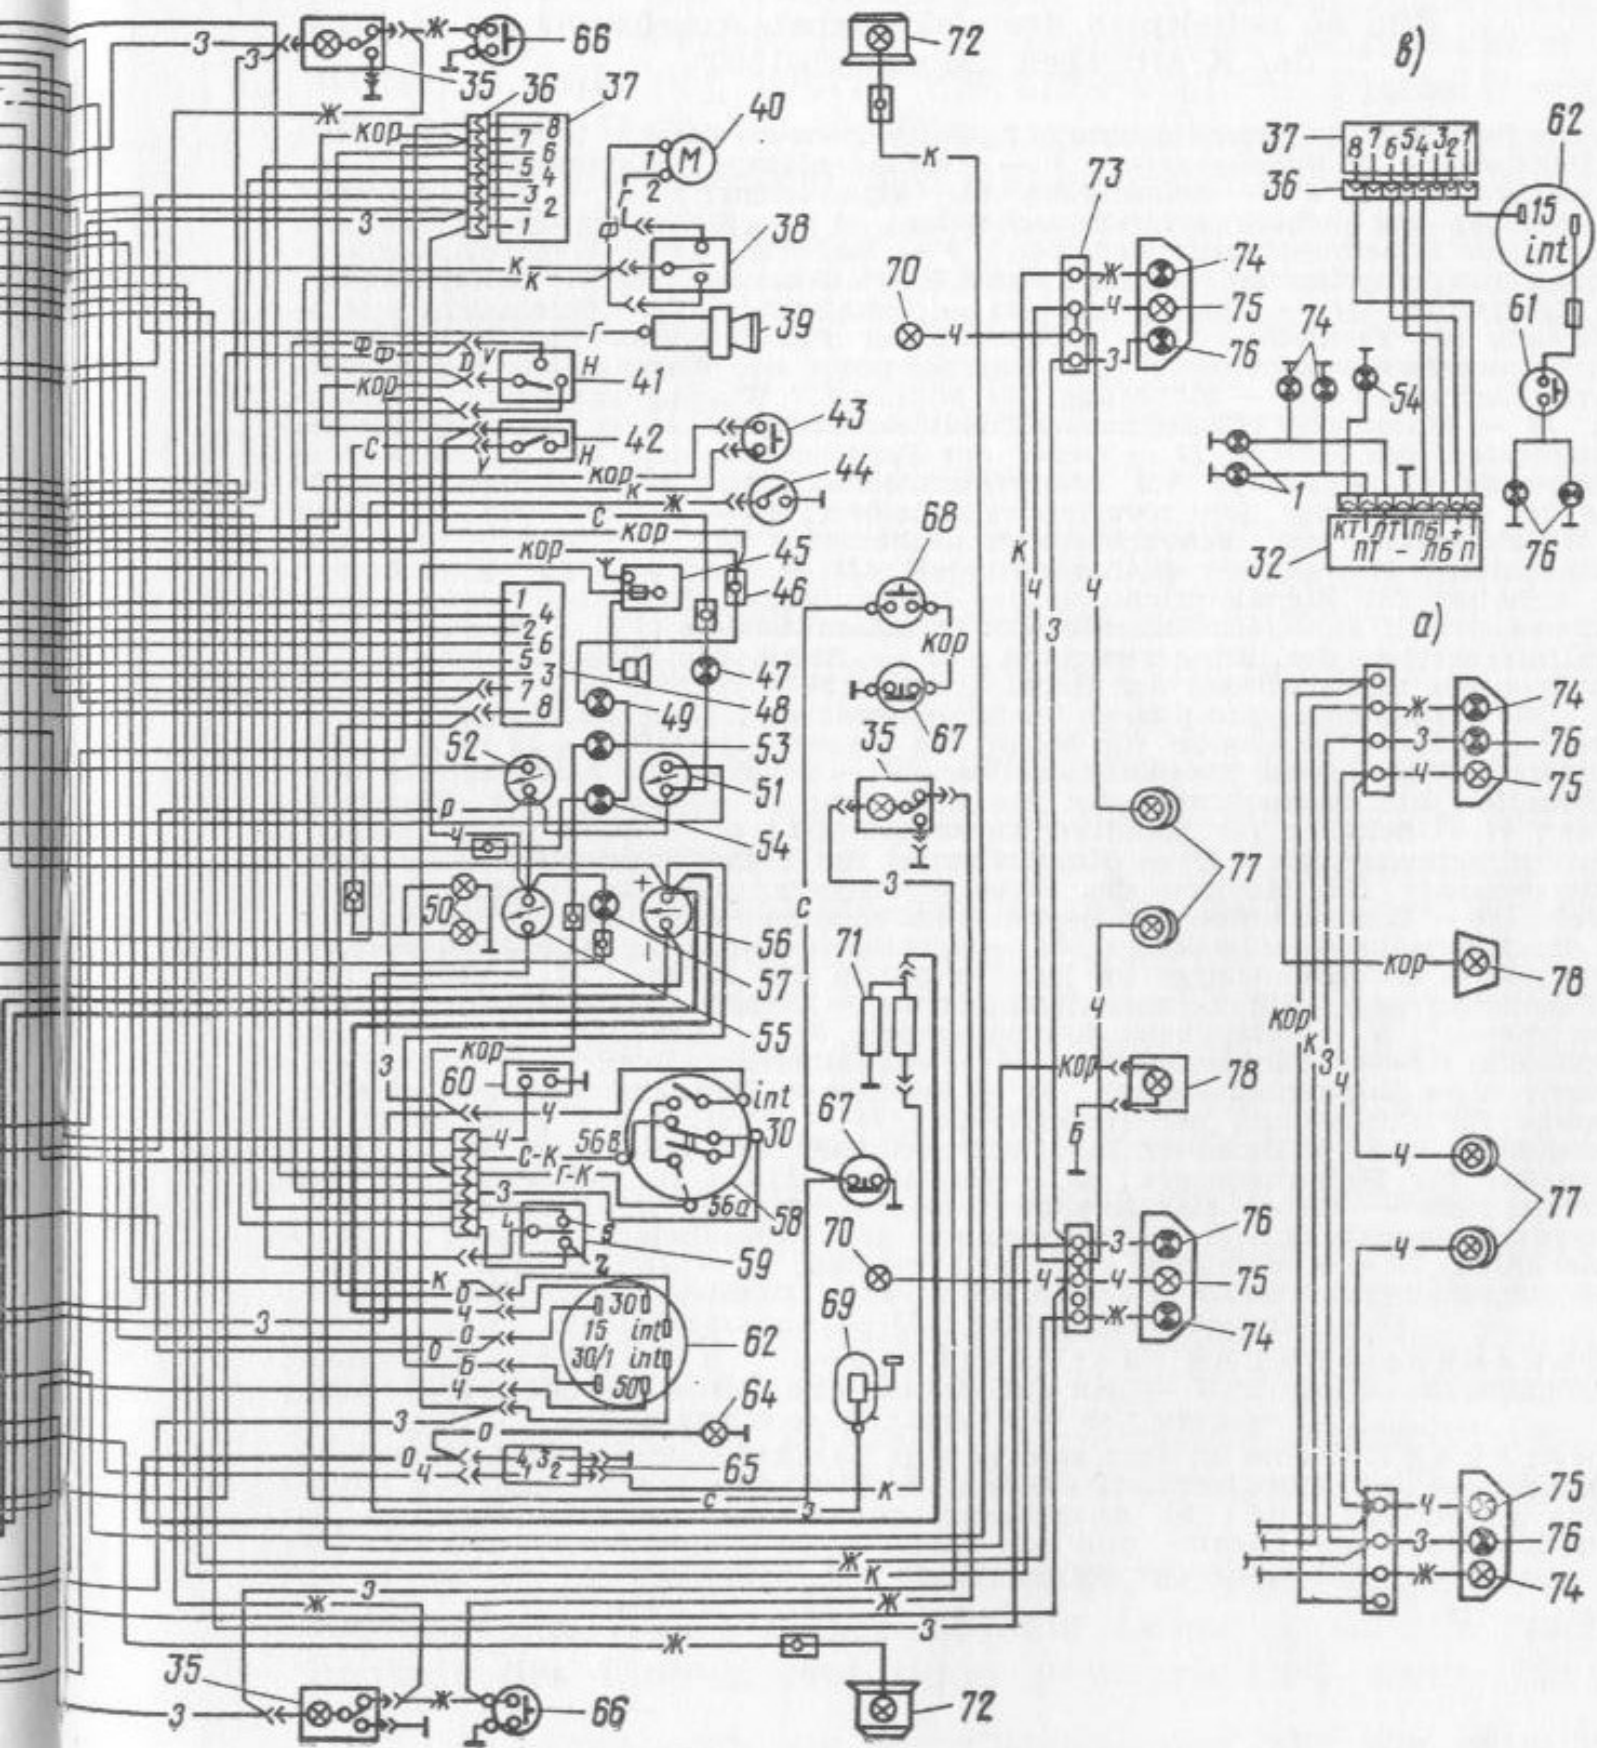

Bild 87. Schaltplan der elektrischen Ausrüstung der Kraftwagen „Moskvich-1500“
* Abb. 87 siehe Seite 152—153.